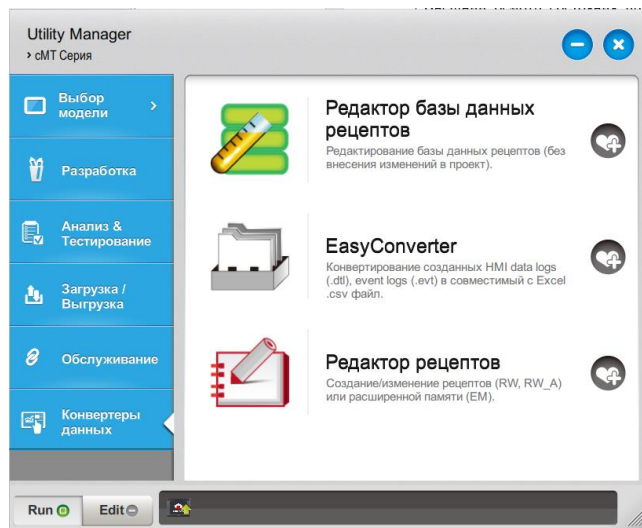

Рисунок 4.24 – ПО Utility Manager
11. Открыть Utility Manager (рисунок 4.24).